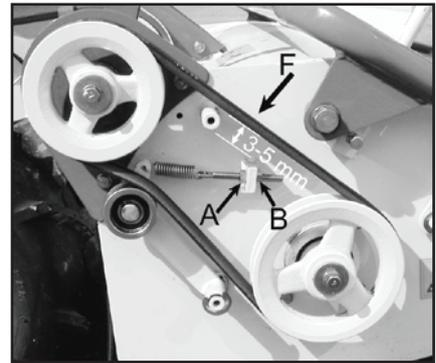

Figura 19
- Empurre a correia com um dedo (F, figura 19). A correia deve se mexer de 3 a 5 mm. Se a correia não se mexe, ajuste com os parafusos A e B.